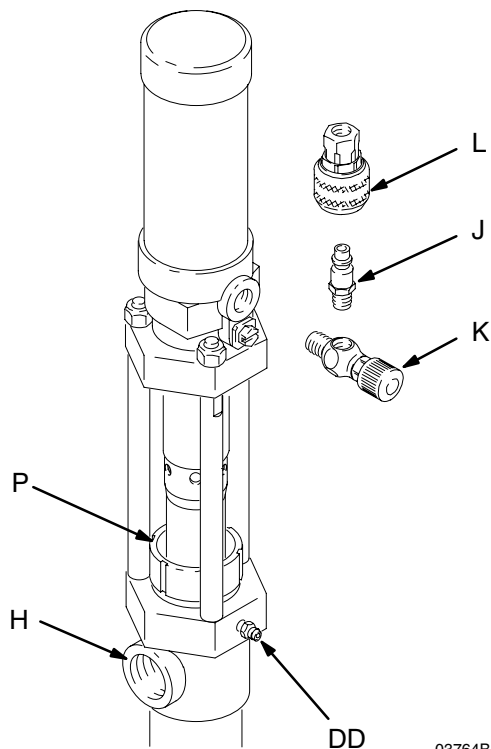

Рис. 6
Заполните на 1/2 объема смачиваемую крышку (P) составом для уплотнения горловины (TSL) от фирмы Graco или совместимым растворителем и поддерживайте ее наполненной на 1/2 объема, чтобы предохранить жидкость от высыхания на штоке поршня и уплотнения горловины насоса от повреждения. См. Рис. 6.
Регулярно смазывайте уплотнения горловины, когда Вы перекачиваете несмазочную жидкость, или когда выключаете насос на период более, чем несколько дней. Некоторые насосы имеют тавотницу (DD) для этой цели. См. Рис. 6.
Периодически проверяйте затяжку уплотнительной гайки (P). Сбросьте давление, а затем затяните гайку лишь настолько, чтобы устранить утечку, но не больше. См. Рис. 6. Если утечка не может быть остановлена, то замените уплотнения, чтобы предотвратить выступание перекачиваемой жидкости.